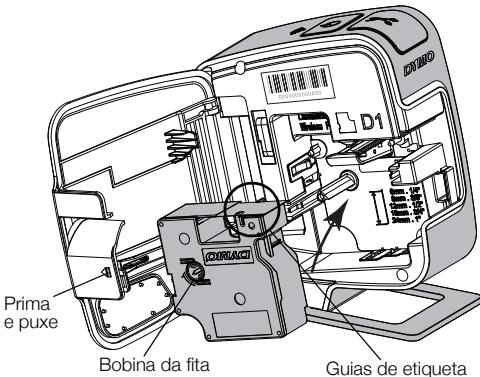

Figura 3
- 2 Certifique-se que a fita adesiva e a fita de tinta estão esticadas junto à abertura da cassette e que a fita passa entre os guias das etiquetas. Consulte a Figura 3.